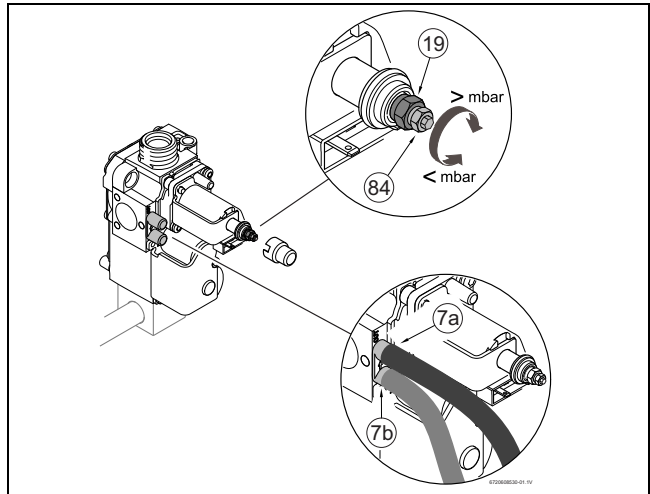

Рис. 29 Газовая арматура
- ▶ Перевести панель управления в сервисную позицию (рис. 29).
- ▶ Снять опломбированный колпачок установочного винта газа (19) (рис. 29).
- ▶ Для приборов, использующих природный газ: установочным винтом (19) установить максимальный расход газа (таб. 12).